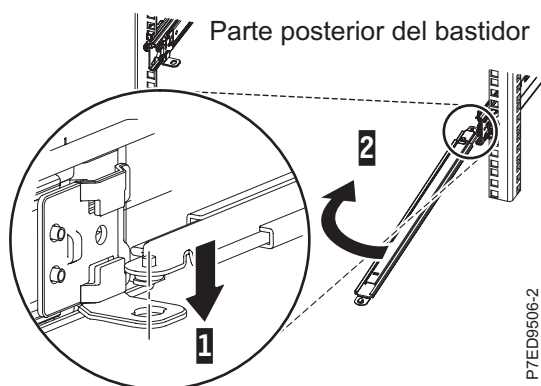

Figura 12. Conexión del brazo de soporte
1. El brazo portacables debe instalarse en el lateral derecho del servidor, mirándolo desde la parte posterior. La figura siguiente lo muestra instalado en el lateral derecho. Conecte un extremo del brazo de soporte (1) en el riel deslizante derecho de modo que pueda girar el otro extremo del brazo de soporte (2) hacia el lado izquierdo del bastidor, tal como muestra la Figura 12.